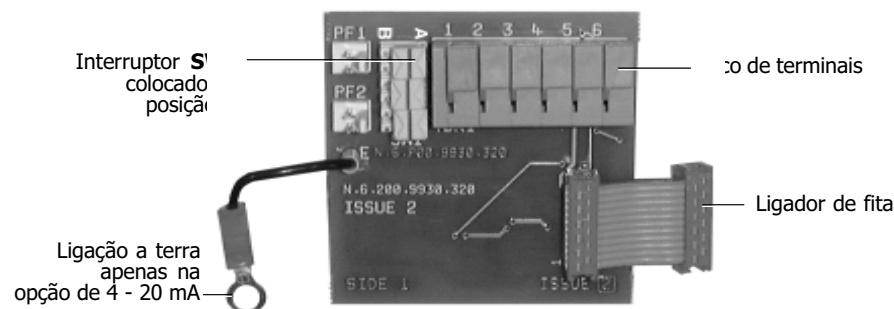

Fig. 2 PCB de opções
4.2.1 Primeiro coloque o interruptor amarelo como indicado (ver Fig. 2):
Se fôr utilizado o PCB de opções para interruptores de fim de curso configurado por software, regule todos os elementos do interruptor amarelo **SW1** para a posição 'A'. Prepare o cabo de fita, certificando-se de que o ligador está nos angulos correctos para o PCB, pronto para ser inserido no encaixe do PCB principal (ver Fig. 2).